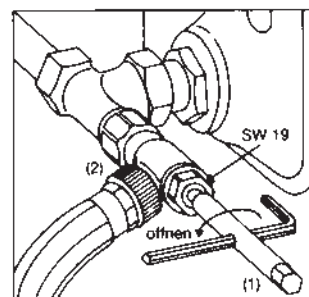

Bild 6
- 3.4 Навернуть инструмент для заполнения и опорожнения (2) на штуцер „Combi 4/3“ и на отводе закрепить шланг диаметром $\frac{1}{2}$ ” (рис. 6).
- 3.5 Воздушный кран на отопительном приборе следует открыть. Шестигранный ключ NN № 10 (1) надеть на инструмент для заполнения и опорожнения (2) и поворачивая влево, опорожнить отопительный прибор (рис. 6).